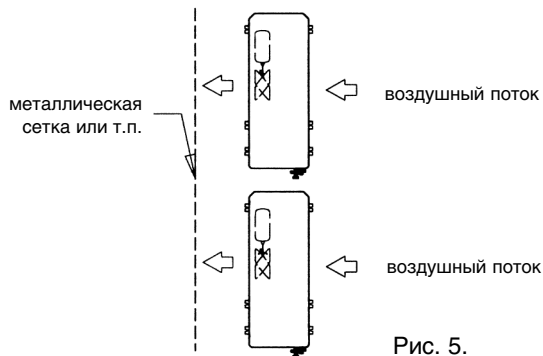
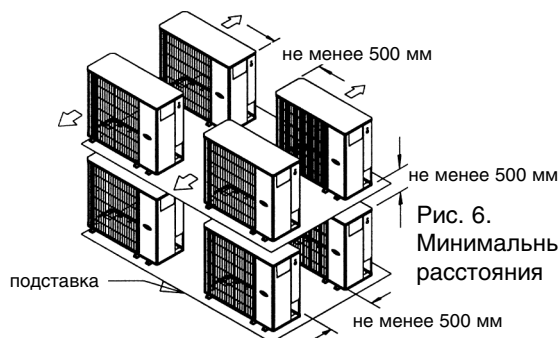

Рис. 5.
Рис. 6.
- 3) **Установка на крыше:** установите агрегат на ровную горизонтальную платформу или каркас. Если рядом размещаются несколько блоков, направление выхода воздуха из них должно быть таким, как показано на рис. 5. Если используются подставки, то они должны быть достаточно прочными, а между агрегатами должно быть достаточно свободного пространства (рис. 6).